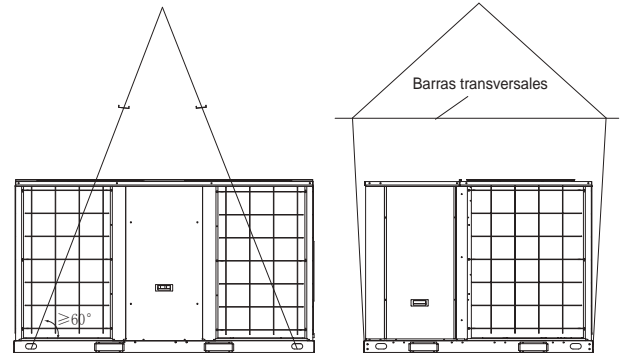

Fig.5-1
- Los cables de elevación deben tener la capacidad adecuada de resistir 3 veces el peso de la unidad. Antes de la elevación, compruebe y asegúrese de que los ganchos soporten la unidad firmemente y que los ángulos de elevación no sean inferiores a los 60° (consulte la Fig. 5-1).